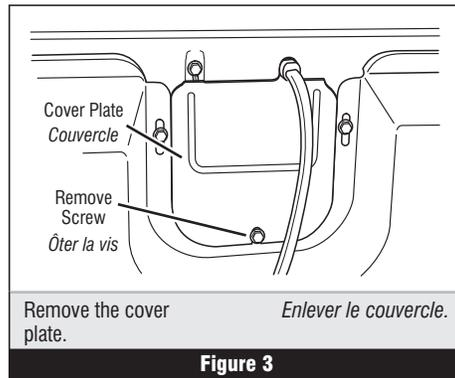

Figure 3
2. Remove the cover plate from the back of the dryer. See figure 3.
2. Ôter le couvercle du logement à l'arrière de la sécheuse. Voir figure 3.